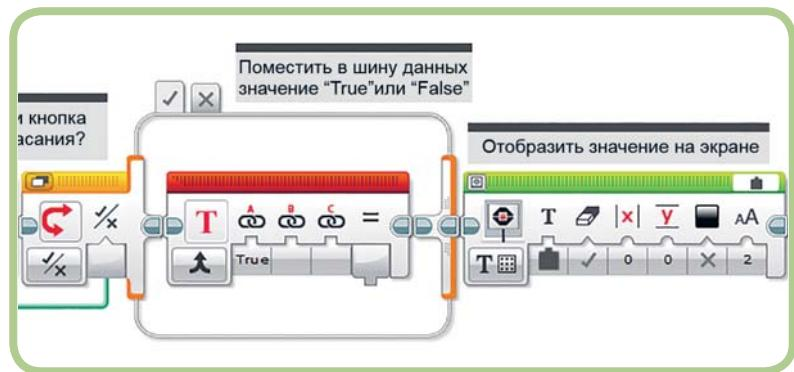

Рис. 9.8. Блок *Переключатель* (Switch) в режиме отображения *Вид с вкладками* (Tabbed View)
1. Щелкни по кнопке **Плоский вид/Вид с вкладками** (Flat/Tabbed View) в блоке **Переключатель** (Switch). Блоки **Переключатель** (Switch) и **Экран** (Display) должны выглядеть так, как показано на рис. 9.8.